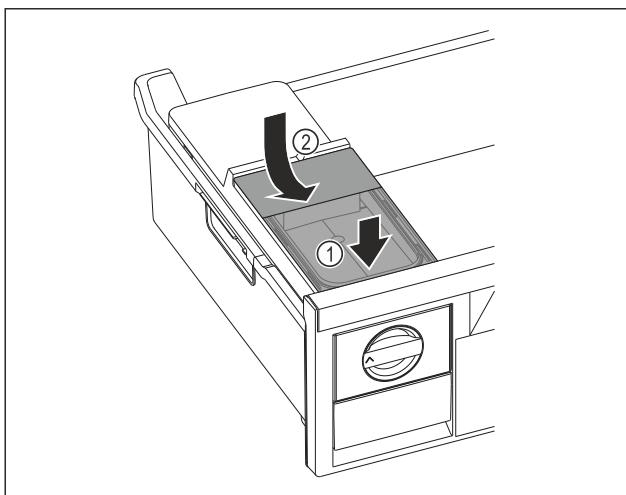

Fig. 82
- ▶ Поставете резервоара за вода отпред. Fig. 82 (1)
- ▶ Спуснете резервоара за вода отзад. Fig. 82 (2)